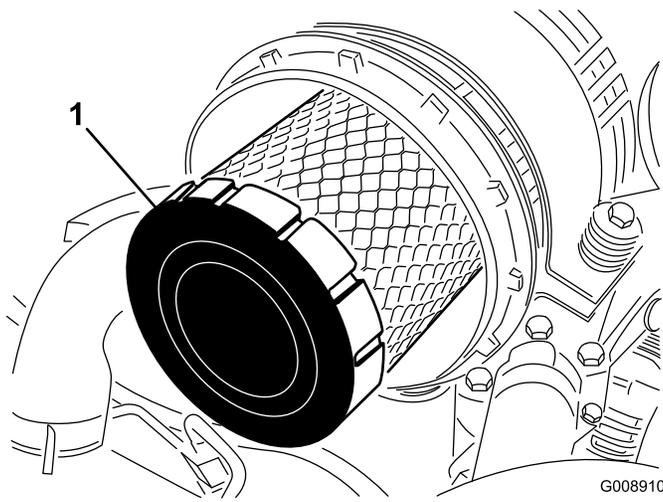

**Bild 62**
1. Lösen Sie die Laschen, mit denen die Abdeckung am Luftfiltergehäuse befestigt ist (Bild 62).